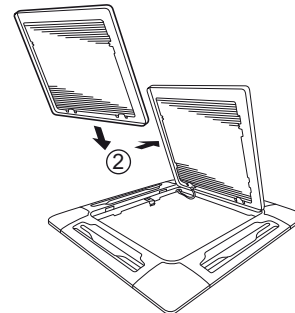

Fig. 7-5
- c) Com a grade de admissão de ar aberta, retire a dobradiça da grade do painel de tecto deslizando-a na direcção mostrada pela seta ②. (Fig. 7-5)